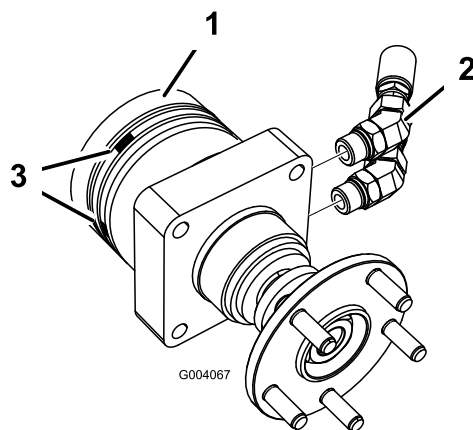

図 2
4. 各ホイールモータ・アセンブリに、45° フィッティングを2つずつ取り付ける (図 2)。各フィッティングがまっすぐ後ろ向きになるように取り付ける。